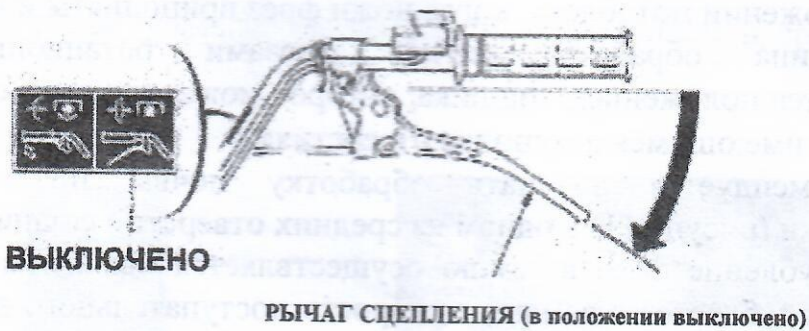

Рисунок 13 – Выключение сцепления
1. Выключите сцепление, отпустив рычаг сцепления в положение «ВЫКЛЮЧЕНО» (рис. 13).